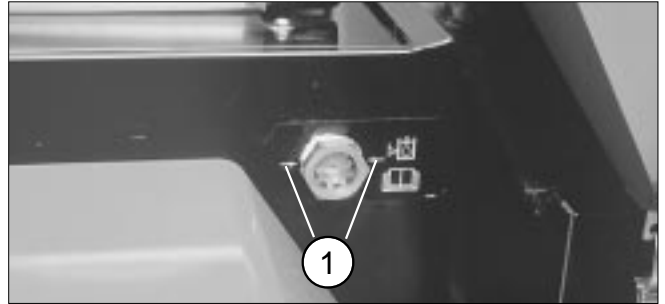
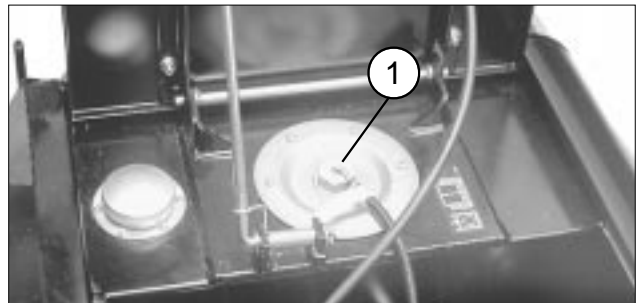

図 35
図 36
油圧オイル タンクの容量は約35.2 l です。エンジンが冷えている状態で本機を水平な場所に駐車した時、点検窓の矢印 (図 35) よりもオイルレベルが6 ~ 12 mm 下がっていれば OK です。エンジンが熱い時は矢印と同じレベルが適正量です。足りなければ補給します。油圧オイルの銘柄については p. 9 を参照してください。
2. 補給口 (図 36) の周囲をていねいに拭き、フタを取り、所定レベル (図 35) までオイルを補給します。
4. カuttingユニットを上昇させた状態で、オイルが熱い間に点検窓（図35）でレベルを点検します。矢印より低ければ補給します。オイル温度が低い場合には矢印より低い位置で補給を止めてください。
6. 点検窓（図35）でオイル量を確認してください。オイルの熱い時は点検窓の矢印までであればOKです。低ければ補給します。オイルの銘柄はp. 9に掲載しています。